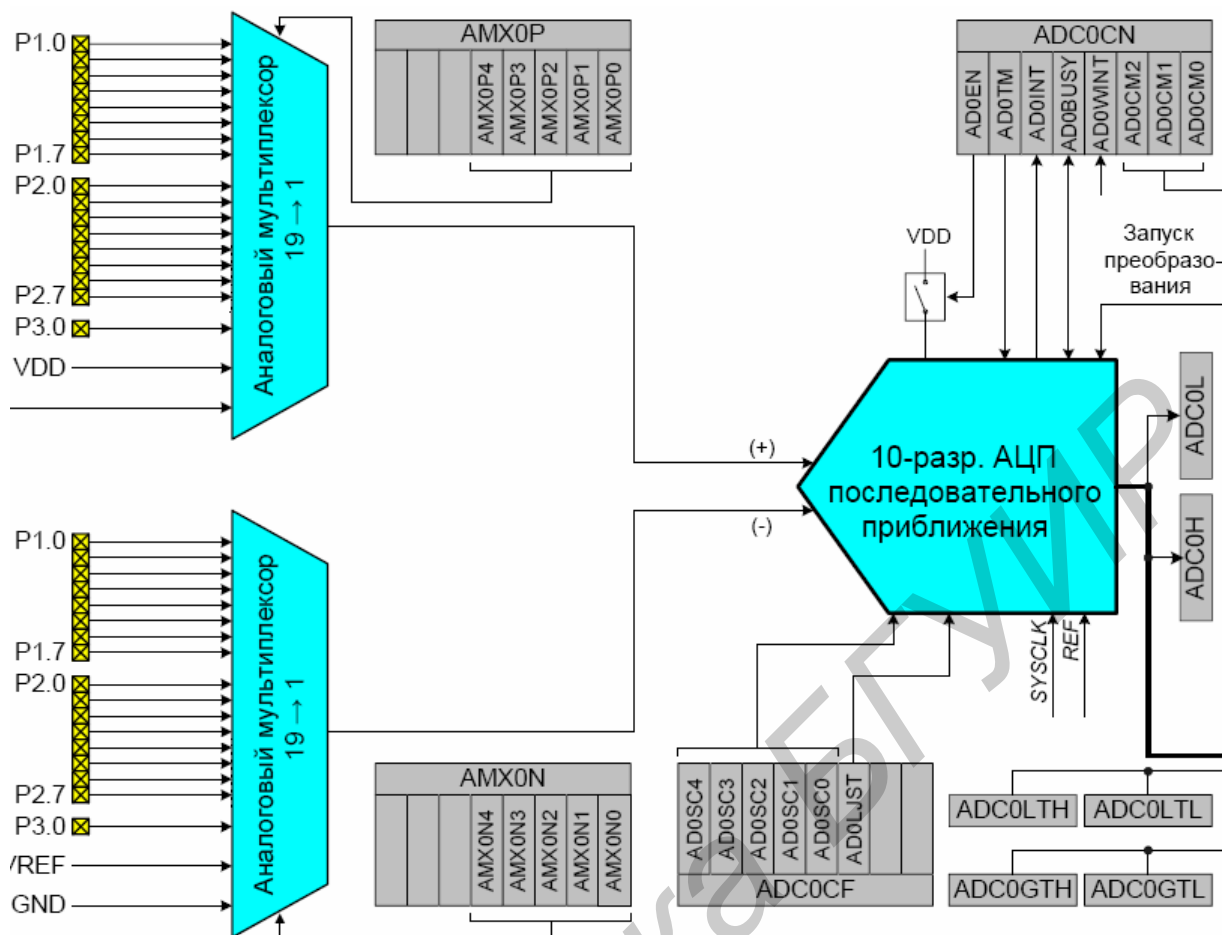

Рисунок 1– Функциональная схема АЦПО
**10-разрядный АЦП (АЦПО).** Модуль АЦПО МК C8051F320 состоит из двух 17-канальных аналоговых мультиплексоров (обозначаются вместе как AMUX0) и 10-разрядного АЦП последовательного приближения (максимальная производительность – 200 тыс. преобразований в секунду) с интегрированным устройством выборки-хранения (УВХ) и программируемым детектором диапазона. AMUX0, режимы преобразования и детектор диапазона настраиваются программным путем при помощи регистров специального назначения (рисунок 1). АЦПО функционирует как в однофазном, так и в дифференциальном режимах, и может быть настроен на измерение напряжения на выводах P1.0 – P3.0, выходного напряжения датчика температуры или напряжения VDD относительно P1.0 – P3.0, VREF или GND. Модуль АЦПО включен только тогда, когда бит ADOEN регистра управления АЦПО (ADC0CN) установлен в 1. Сброс этого бита в 0 переводит АЦПО в режим отключения с пониженным энергопотреблением.